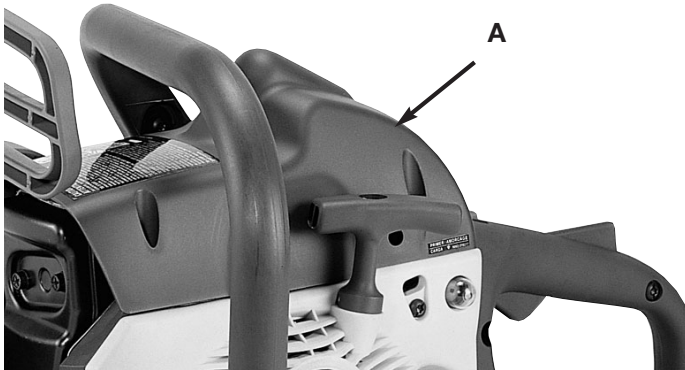

Fig. 25
1. Remueva la cubierta (A) y levante el filtro de aire hacia afuera (B) (Fig. 25).